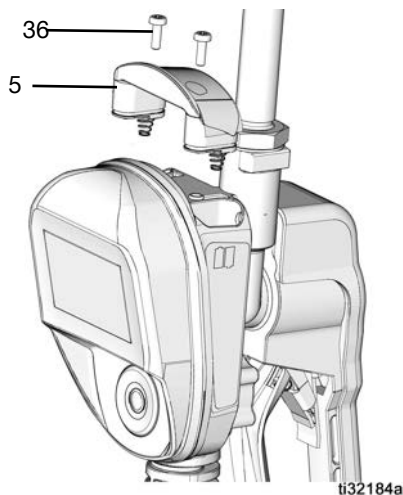

图 79
5. 更换盖 (5) 和螺丝 (36)。拧紧螺丝（图 79）。